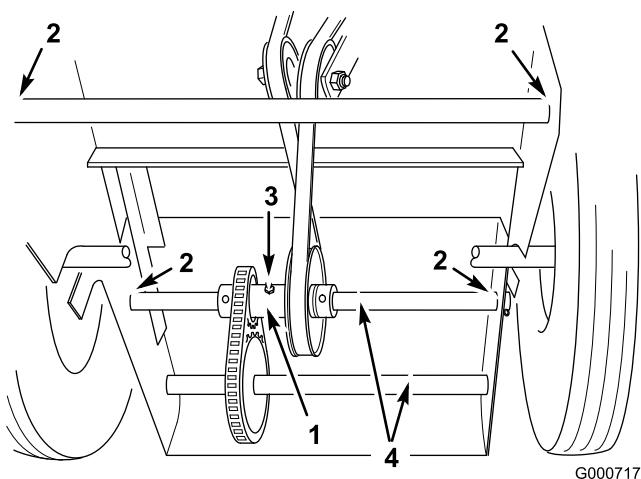

Figura 25
- El lugar en que la rueda delantera pivota en la base del motor (Figura 25).
- El lugar en que los ejes de tracción traseros pivotan en la base del motor (Figura 25).
Lubrique el conjunto tensor trasero con grasa N° 2 de propósito general después de cada 25 horas de operación, o más a menudo en condiciones de mucho polvo o arena (Figura 25). Bombee grasa hasta que empiece a rezumar de los cojinetes.